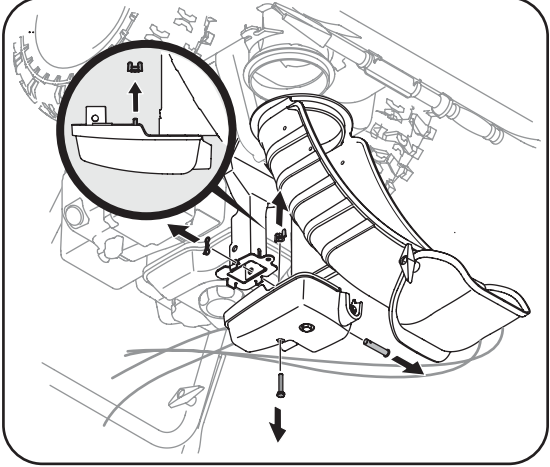

Figure 3-2
- Ajustez le guidon en serrant les boutons à oreilles en plastique qui se trouvent sur les deux côtés du guidon. Enlevez et jetez tout élastique en caoutchouc le cas échéant. Ils ne servent qu'à l'emballage. Voir la Figure 3-2.
- Retirez l'écrou à oreilles et la vis hex. qui se trouvent sur la commande de la goupille ainsi que la goupille fendue et l'axe de chape sur le support de la goupille. Voir la Figure 3-2. Positionnez la goupille (tournée vers l'avant) sur sa base.